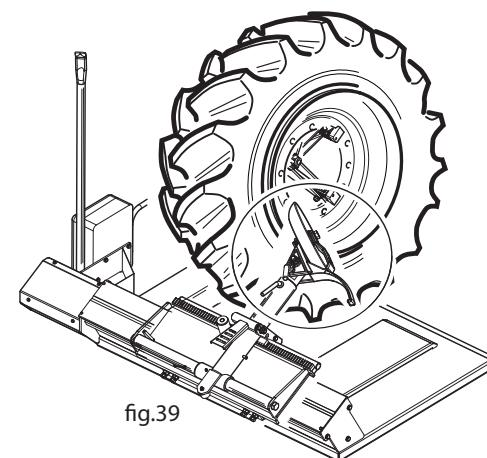

fig.39
N.B.: Durante l'operazione di sgonfiaggio del pneumatico sistemare l'utensile stallonatore davanti alla ruota (fig.39) evitando (così) eventuali danni provocati dallo sganciamento accidentale dell'anello di bloccaggio
N.B.: When deflating tyres position the bead breaking tool in front of the wheel (fig. 39) to avoid possible damage caused by the accidental slipping of the locking ring.
- N.B. Pendant l'opération de dégonflage du pneu placer l'outil détalonneur devant la roue (Fig. 39) pour éviter les éventuels dommages provoqués par le décrochage accidentel de la bague de blocage.
Beachten Sie bitte: Während des Luftablassens das Wulstabdrückgerät vor dem Rad aufstellen (Abb. 39), um dabei eventuelle Beschädigungen zu vermeiden, die durch das unvorhergesehene Ablösen des Blockierrings verursacht werden könnten.
N.B.: Cuando se va a deshinchar el neumático, colocar el destalonador delante de la rueda (Fig. 39) evitando los eventuales daños procedentes del desenganche accidental del anillo de bloqueo.